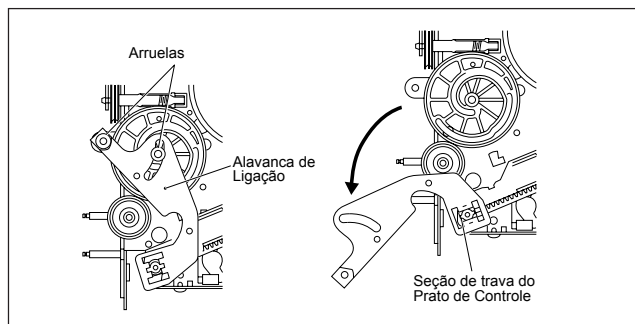

Fig. 2-2-13a
- (3) Insira a alavanca de ligação no prato de controle. (Veja Fig.2-2-13a.)
- (4) Gire a alavanca de ligação no sentido horário de forma ela esteja instalada nos eixos do centro e a esquerda do came de controle.
- (5) Aperte as travas nestes dois pontos.